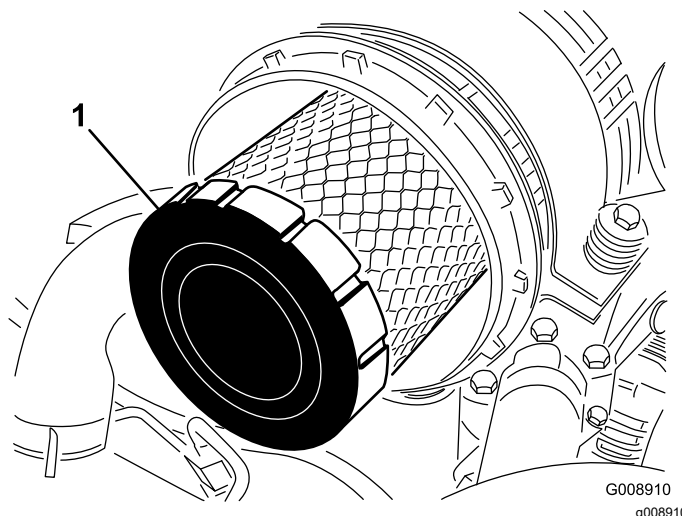

Figura 46
4. Retire y cambie el filtro primario (Figura 46).